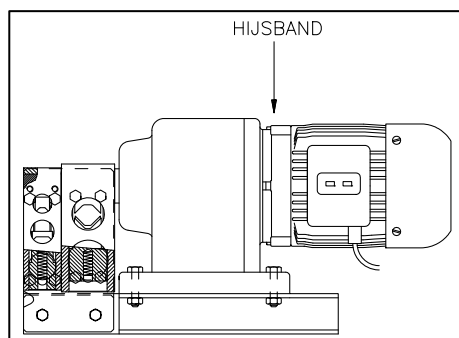

Figure 5.2-1 : Position de la bande de levage (représentée dans AL1-2E)
- Dégager le grugeoir de l'emballage en vous servant d'une bande de levage qui doit être posée autour du moteur. Voir Figure 5.2-1 : Position de la bande de levage (représentée dans AL1-2E)
Pour le transport vertical de la machine à l'aide d'un palan, il faut poser une bande de levage comme indiqué sur **Figure 5.2-1 : Position de la bande de levage (représentée dans AL1-2E)**